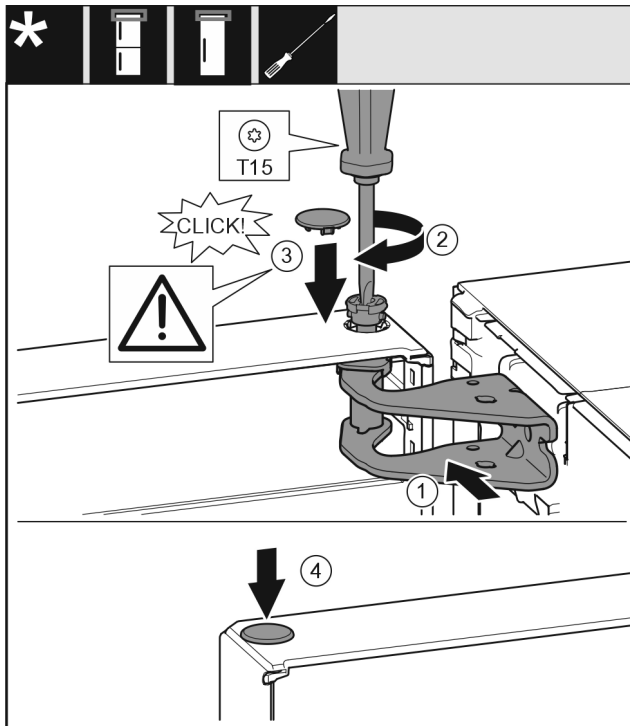

Fig. 36
- ▶ 将冰箱门的上方对准托架 Fig. 36 (1) 中的开口。
- ▶ 放入螺栓 Fig. 36 (2) 并用螺丝刀拧紧。
- ▶ 装入盖板 Fig. 36 (3)。
- ▶ 检查盖板 Fig. 36 (3) 是否紧贴在冰箱门上。
- ▶ 装入盖板 Fig. 36 (4)。